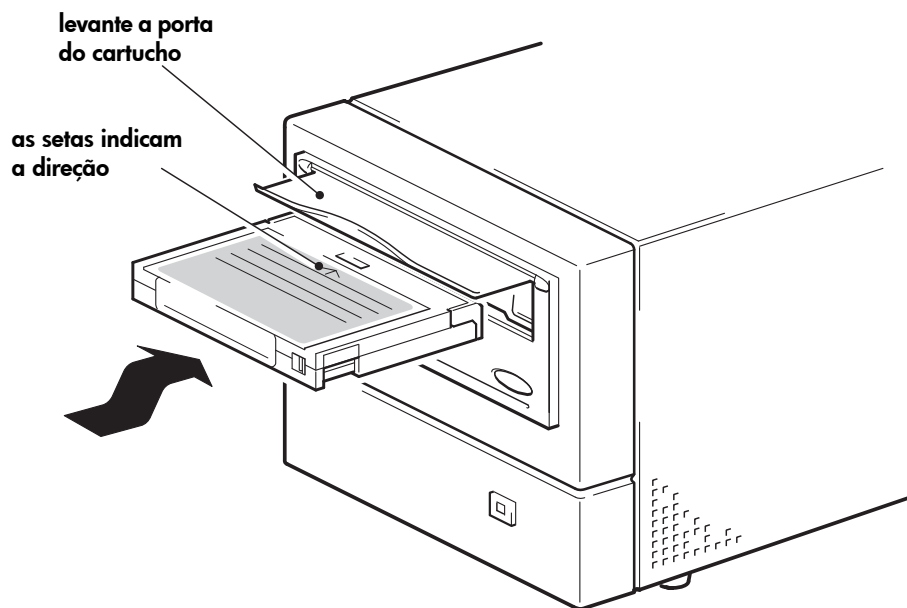

Figura 7a: carregar um cartucho
- 1 Levante a porta do cartucho na parte frontal da unidade de fita e insira o cartucho no slot, com a seta para cima e voltada para a porta da unidade. Pressione suavemente até a unidade segurar o cartucho e carregá-lo. (Veja a figura 7a.)